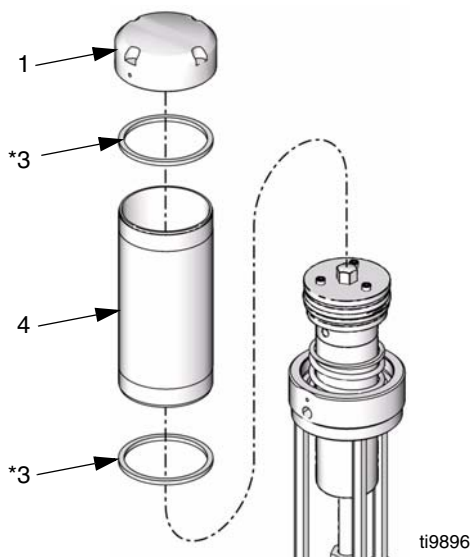

FIG. 10
1. Retire el capuchón (1), el cilindro (4) y las juntas cuadradas (3*). Inspeccione todas las piezas incluido el muelle situado bajo el capuchón (no mostrado FIG. 10) en busca de daños y sustituya todo lo necesario. Vea FIG. 10. Destornille a mano o con una llave de cadena para no distorsionar la forma del cilindro.